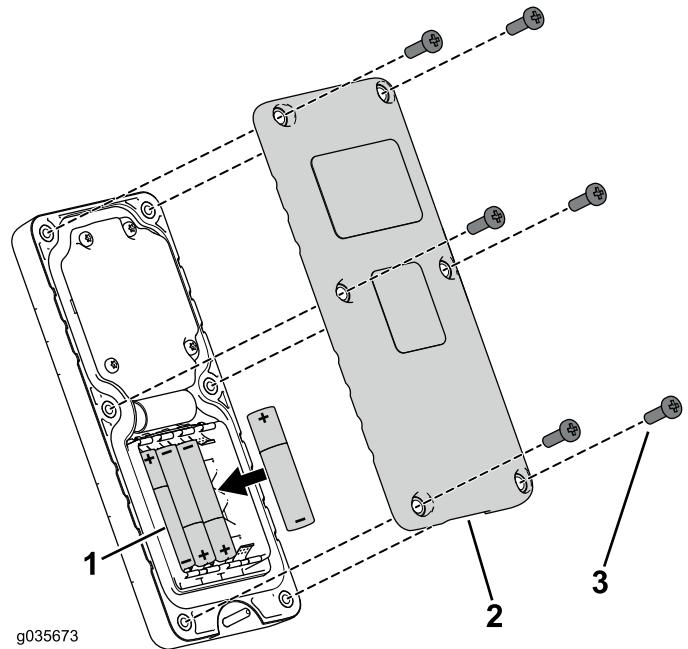

図 27
- 電池を入れる 電池の向きに注意すること図 27。
- カバーを元通りに取り付け、先に取り外したねじ6本を使って固定し図 27、各ねじを $1.5\sim1.7\text{N}\cdot\text{m}$ $0.15\sim0.17\text{kg}\cdot\text{m} = 13\sim15\text{ in-lb}$ にトルク締めする。